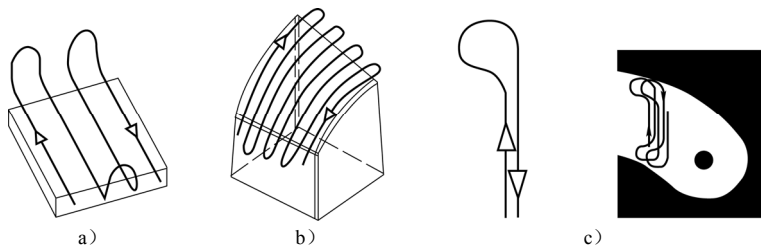

图 1-25 行切移刀方式
(1) 采用切圆弧连接 在行切削量较大的情况下,处理得很好;在行切量(行间距小于 0.2mm) 较小的情况下,由于圆弧半径过小,导致圆弧接近一点,即近似为行间的直接直线移刀,从而导致机床频繁地加减速,影响加工效率,对机床不利。
(2) 采用内侧或外侧圆弧过渡移刀 在使用小直径刀具进行精加工时,由于刀路轨迹间距非常小,使用切圆弧移刀效果不理想,可采用内侧或外侧圆弧移刀,如图 1-25 所示。